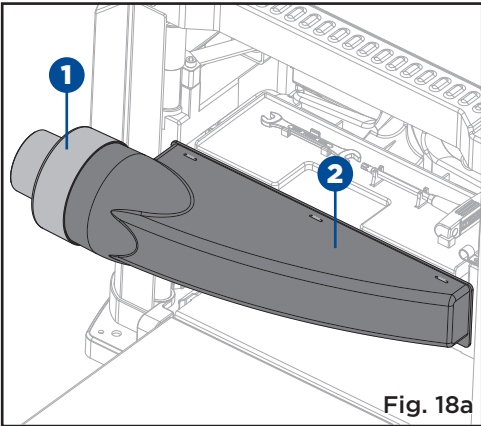

Fig. 18a
**POUR CHANGER LES COUTEAUX DE RABOTEUSE (Fig. 18a-18f)**
- Retirez la bouche d'évacuation (1) et le port d'éjection de poussière (2).